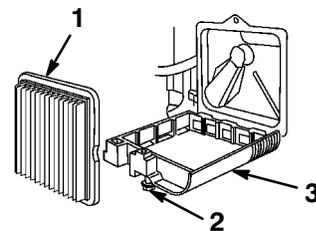

Figure 19
3. Desserrez la vis de fixation du couvercle du filtre à air (Fig. 19).
4. Abaissez le couvercle et nettoyez-le soigneusement (Fig. 19).
5. Enlevez et jetez l'élément filtrant en papier (Fig. 19).
6. Insérez un élément en papier neuf (Fig. 19).